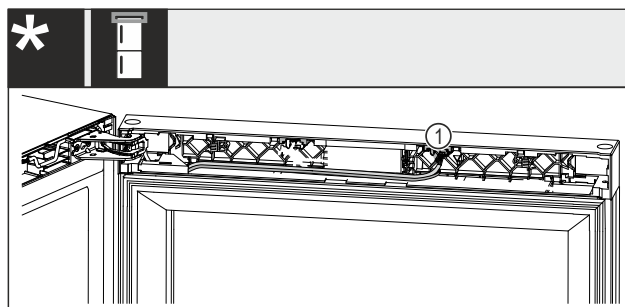

Fig. 24 Combiné compartiment à vin/congérateur*
- Retirer avec précaution le connecteur Fig. 24 (1) du logement.*